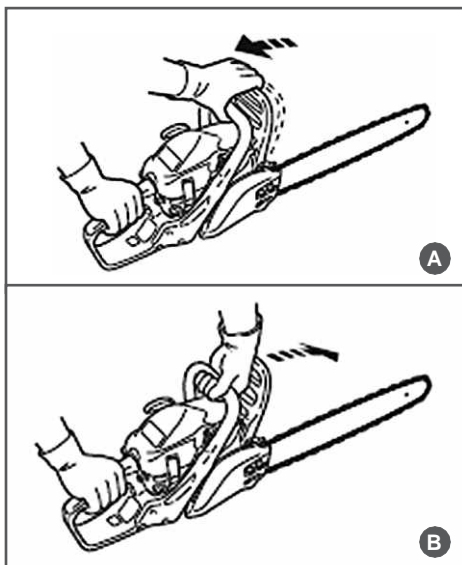

Рис. 6 Проверка механического тормоза цепи
Тормоз цепи выключен (цепь может вращаться), когда ручка тормоза взведена (Рис. 6А).
Тормоз цепи включен (цепь не имеет возможности вращаться), когда ручка тормоза находится в отжатом положении (Рис. 6В).
3. Используя тормоз цепи, переместить левое запястье от себя и нажать им на ручку тормоза, не отпуская рукой переднюю рукоятку пилы (Рис. 6В).
6. Возведите ручку тормоза (Рис. 6А).